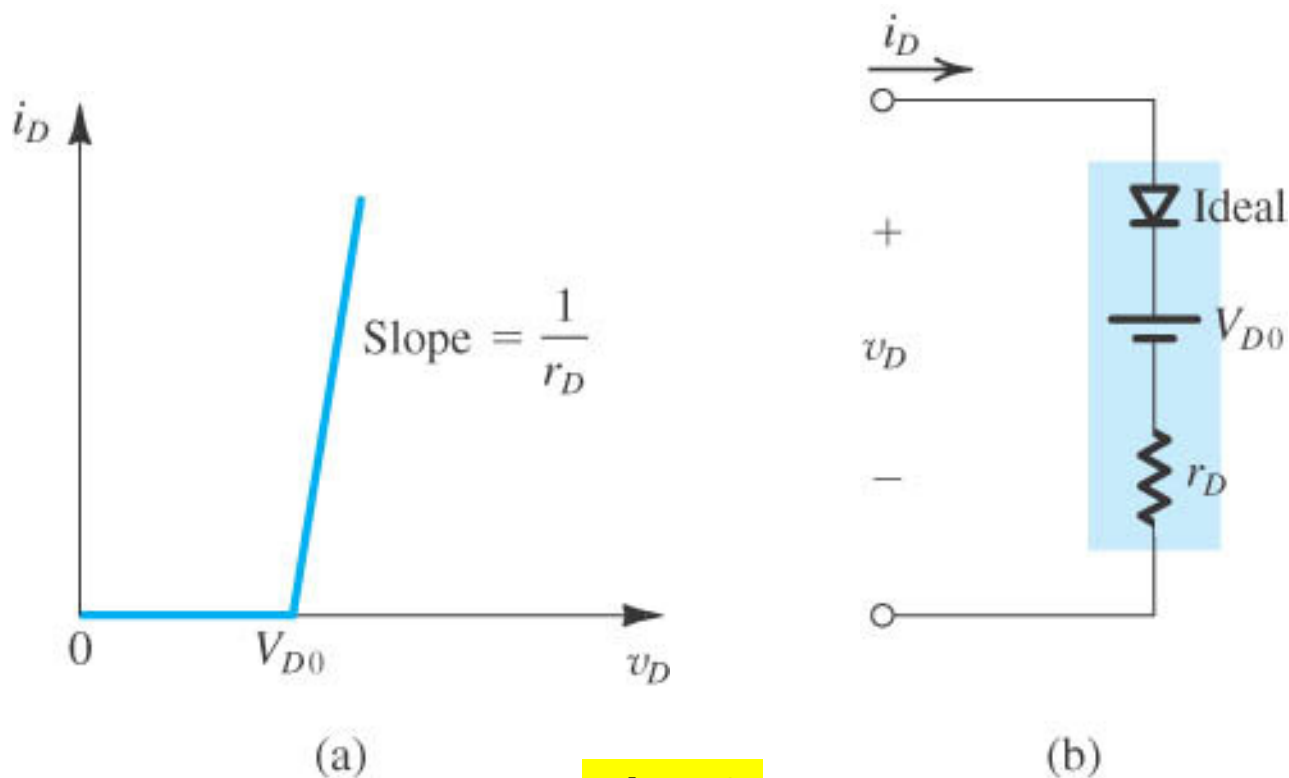

Fig. 13
■ O modelo de rectas lineares descrito pelas Eqs. (3) pode ser representado pelo circuito equivalente da fig. 13. Note-se que se incluiu um díodo ideal para impor que a corrente i_D flua apenas no sentido directo.
Substituindo o díodo do circuito da fig. 10 pelo modelo equivalente da fig. 13, resulta o circuito da fig. 14, do qual resulta para I_D a seguinte expressão: